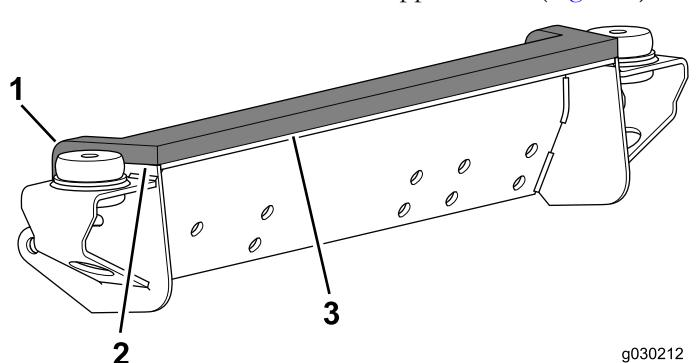

Figure 5
- Appliquez le joint sur le support de niveau avec les bords avant et latéraux du support avant (Figure 5).
- Repliez les languettes latérales sur l'arrière du support (Figure 5).